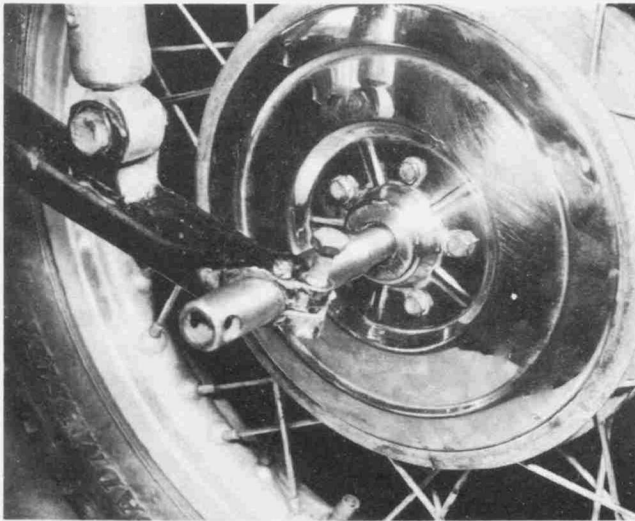

Bild 306
- Die Steckachsen-Befestigungsschraube der linken Hinterradschwinge lockern und die Steckachse mit einem Drehstift herausziehen (Bild 306).